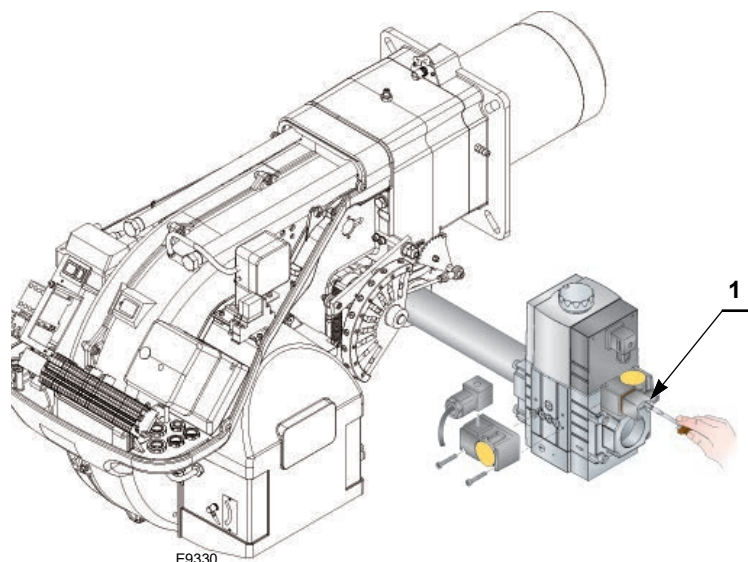

Fig. 25
- Controlar a pressão de alimentação do gás, conectando um manómetro na tomada de pressão 1)(Fig. 25) do pressostato gás de mínima: deve ser inferior à pressão máxima permitida à linha de gás, presente na chapa que indica as características.
- Eliminar o ar da tubagem da linha de gás, conectando um tubo de plástico na tomada de pressão 1)(Fig. 25) do pressostato gás de mínima. Levar ao exterior do edifício o tubo de eliminação, até perceber o cheiro do gás.